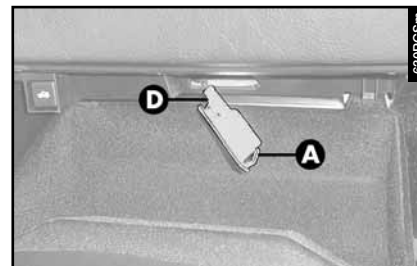

fig. 76
– Extraer el plafón empujando con un destornillador en el resorte (**A-fig. 76**).
– Volver a montar el plafón introduciéndolo primero por un lado (**D-fig. 76**) y luego apretando en el otro lado hasta oír el disparo de bloqueo del resorte.